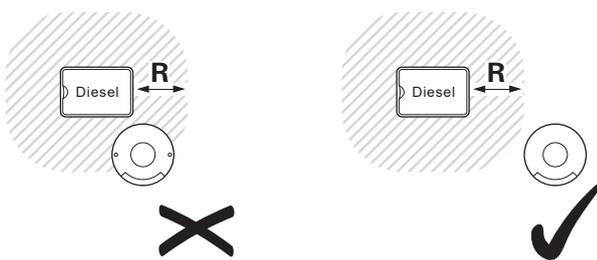
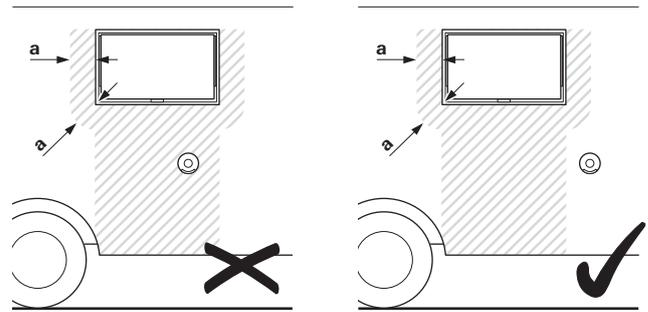

Fig. 3
Fig. 4
Poser la cheminée latérale de telle sorte qu'aucune goutte de réservoir ou ouverture de purge d'air de réservoir ne se trouve dans un rayon de 500 mm (R) (Fig. 3). En outre, aucune ouverture de purge d'air pour la zone d'habitat ou une ouverture de fenêtre ne doit se trouver dans un rayon de 300 mm (Fig. 4).